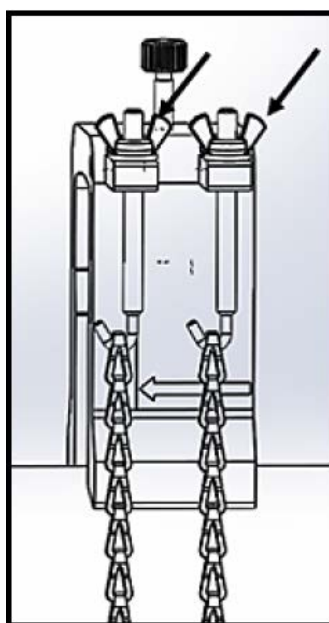

Figura 31: Fije el yugo
7. Apriete las tuercas para fijar el yugo a la tubería (véase Figura 31 más abajo).